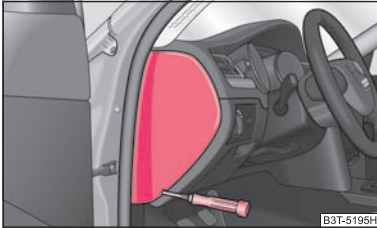
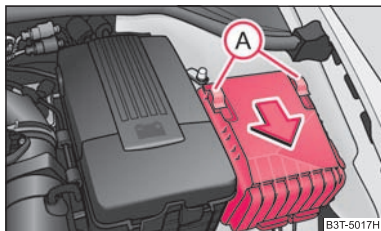

Fig. 210 Capacul suportului de siguranțe:
Fig. 211 Capacul cutiei de siguranțe din compartimentul motorului
- Îndepărtați capacul de siguranță de pe lateralul tabloului de bord cu ajutorul unei șurubelnițe ⇒ fig. 210, respectiv capacul cutiei cu siguranțe din compartimentul motorului ⇒ pagina 232, fig. 211.
- Deplasați mânerul de siguranță (A) ⇒ fig. 211 până la limită, în spatele mânerului de siguranță apare simbolul ; scoateți capacul.